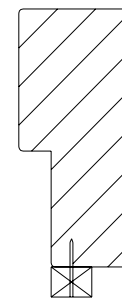

Fig 1
4) Plugga skruvhålen med centrumtapparna och fyll ut de gamla gångjärnsuttagen med lagningslapparna. Lagningslapparna skall ligga i nivå med karmfalsen. Vid skentyp B och C påbygges karmfalsen på gångjärnssidan med trälisten 11x15 mm. Listen spiklimmas enligt fig 1. Vid skentyp A eller F måste karmfalsdjup vara minst 40 mm. Om befintlig karm ej uppfyller detta krav måste falsen fräsas ned.